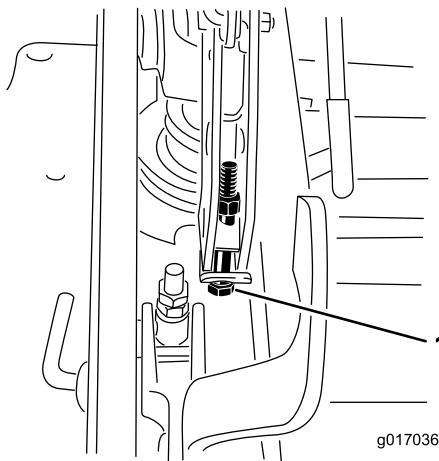

Figura 129
12. Si la carcasa está demasiado baja, apriete el perno del ajuste de un solo punto girándolo en el sentido de las agujas del reloj. Si la carcasa está demasiado alta, afloje el perno del ajuste de un solo punto girándolo en el sentido contrario a las agujas del reloj (Figura 129).